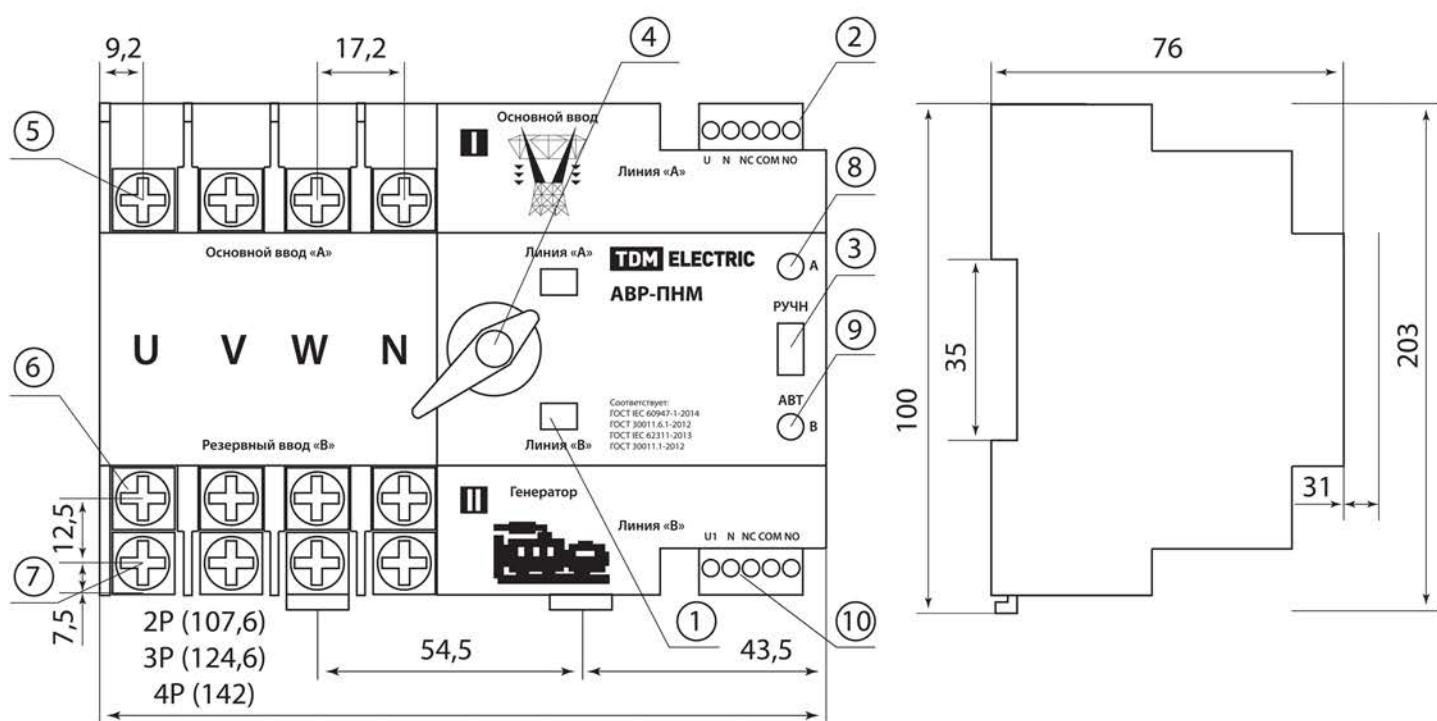

Рисунок 1. Габаритные размеры АВР-ПНМ, мм
2.1. Ручной режим работы предназначен для гарантированного отключения устройства при аварии или перебоях питания. Для перехода в ручной режим установите переключатель 3 (рисунок 1) в положение «Ручной» (РУЧН). После завершения использования ручного режима необходимо перевести переключатель 3 (рисунок 1) в положение «Автоматический» (АВТ).
основного на резервный источник. Для перехода в автоматический режим установить переключатель 3 (рисунок 1) в положение «Автоматический» (АВТ).
- 3.3. Для правильной работы АВР-ПНМ на разъем питания 2 и 10 (рисунок 1) подается управляющее напряжение: 230 В, 50 Гц. Сечение подключаемого медного проводника не должно превышать 2 мм².